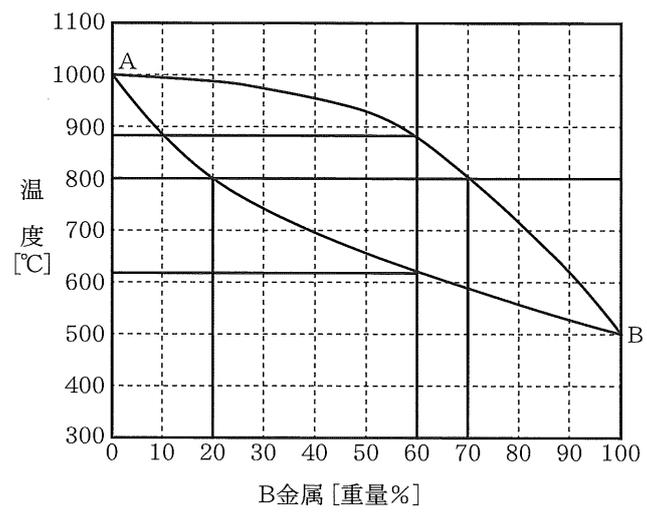

図2 A-B二元系合金状態図
(1) 図2のような二元系合金状態図を何型状態図と呼ぶか。最も適切なものを、次の解答群1～5から選びなさい。解答番号は 。
(2) 図2の二元系合金状態図において、B金属の融点 [°C] として最も適切なものを、次の解答群1～5から選びなさい。解答番号は 。